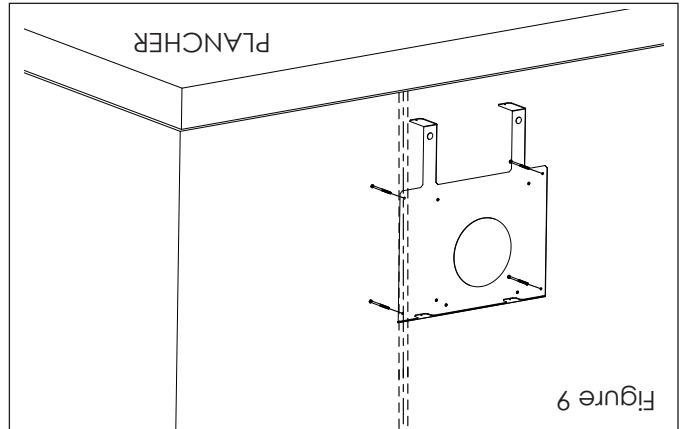

Figure 9
4. Placez le support mural avec l'écran thermique attaché dans le trou carré. Vérifiez que le support est de niveau. Dans le cas contraire, vous devrez peut-être rogner le trou que vous avez percé pour vous assurer que le support est de niveau une fois installé. Après avoir mis à niveau le support de suspension, marquez les 4 trous comme indiqué aux figures 9 et 10.